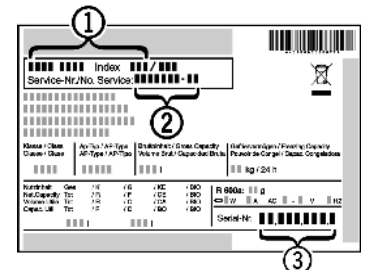

Fig. 6
- ▶ Denominación del aparato *Fig. 6 (1)*, nº del servicio técnico *Fig. 6 (2)* y nº de serie *Fig. 6 (3)* en la placa de identificación. La placa de identificación se encuentra en la parte interior izquierda del aparato.
- ▶ Informe al servicio postventa e indique el fallo, la denominación del aparato *Fig. 6 (1)*, el nº del servicio técnico *Fig. 6 (2)* y el nº de serie *Fig. 6 (3)*.